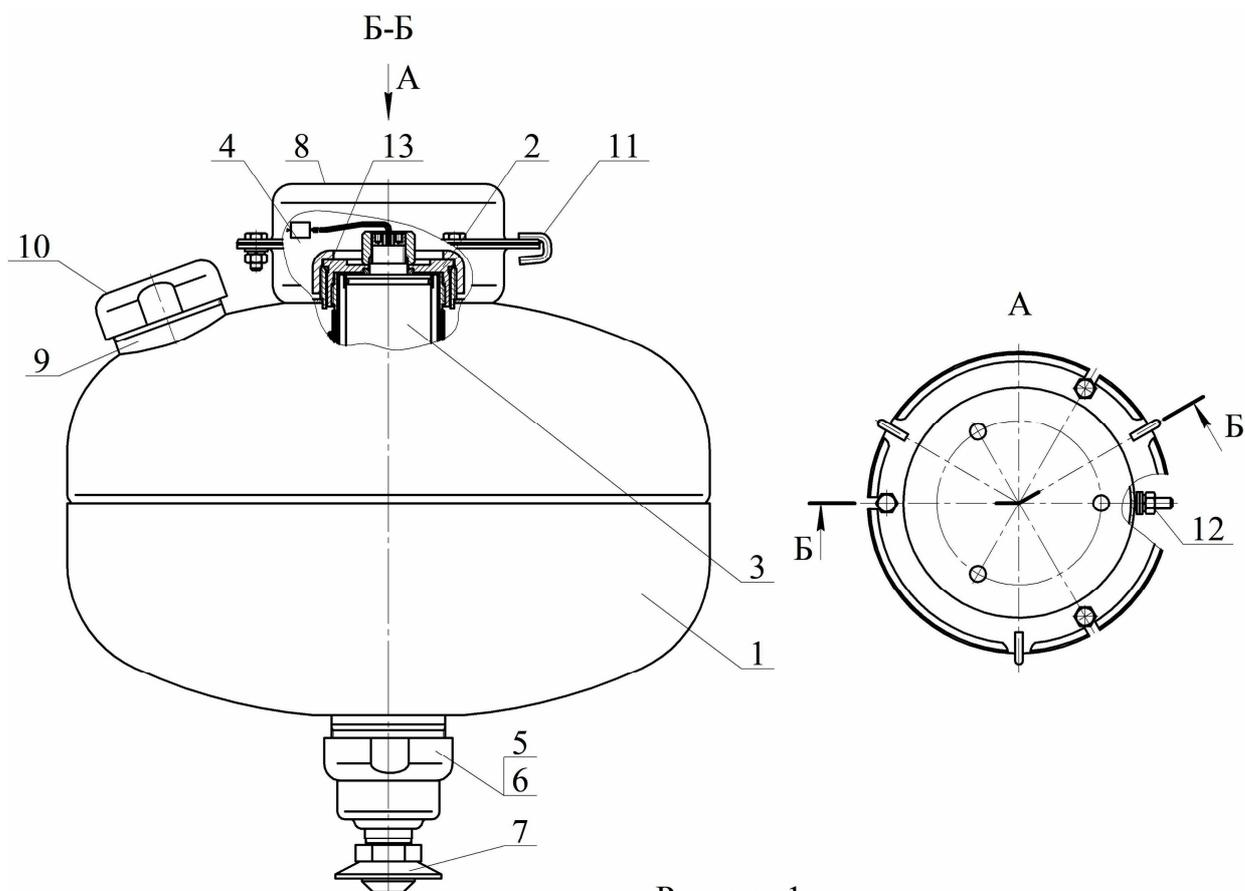

Рисунок 1
4.1.1 МУПТВ (см. рисунок 1) состоит из корпуса **1**, заправленного ОТВ, в котором размещено газогенерирующее устройство **2**. В герметичный корпус газогенерирующего устройства установлен ИХГ **3** с элементом электропусковым **4**. Нижняя горловина корпуса перекрыта срезной мембраной **5**, которая поджата гайкой **6**. С гайкой **6** через фильтрующий элемент соединен ороситель **7**. В верхней части корпуса расположены кронштейн **8** для крепления к потолочному перекрытию, горловина **9** для заливки ОТВ и предохранительный клапан **10**. Для фиксации МУПТВ при монтаже на кронштейне **8** закреплены три скобы **11**. МУПТВ имеет заземляющий зажим **12**.
4.2.1 После подачи электрического импульса на выводы элемента электропускового 4 (см. рисунок 1) ИХГ 3 генерирует газ, который создает давление внутри корпуса МУПТВ для вскрытия мембраны 5 и выпуска через ороситель 7 в зону горения тонкораспыленной струи ОТВ.
6.3 Закрепить кронштейн **8** (см. рисунок 1) на потолке. Координаты отверстий в кронштейне приведены на рисунке 4.
6.5 Залить в отверстие верхней горловины **9** (см. рисунок 1) ОТВ объемом $13,5^{+0,2}$ дм³. Установить в отверстие горловины предохранительный клапан **10**. Сверху закрутить гайку до упора.
6.6.1 Залить в отверстие горловины **9** (см. рисунок 1) корпуса МУПТВ $13,2^{+0,15}$ дм³ воды питьевой ГОСТ Р 51232-98, открыть емкость с ингибитором коррозии и добавить его в заполненный водой корпус.
6.8 Накрутить до упора ороситель 7 (см. рисунок 1).
7.4 Комплект поставки для перезарядки МУПТВ (см. рисунок 1):